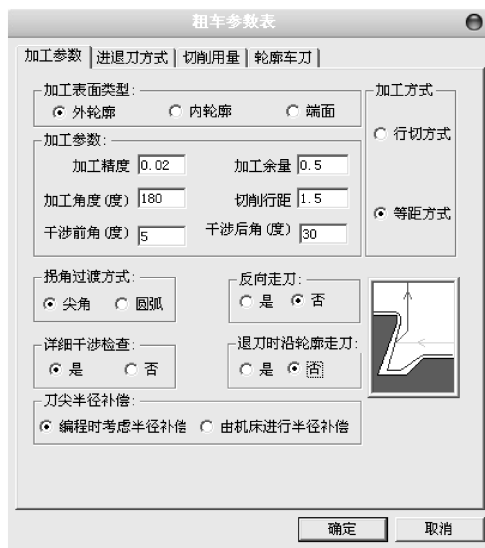
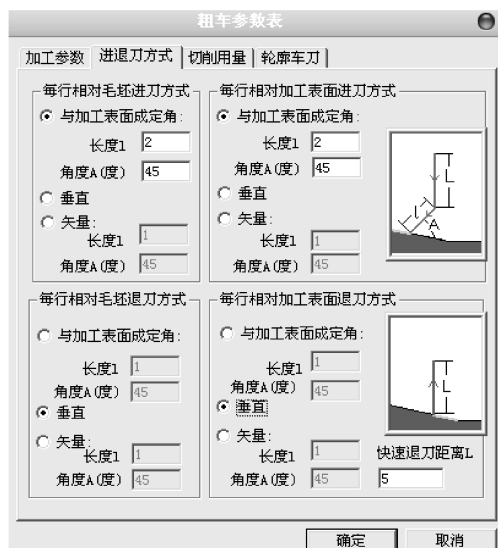
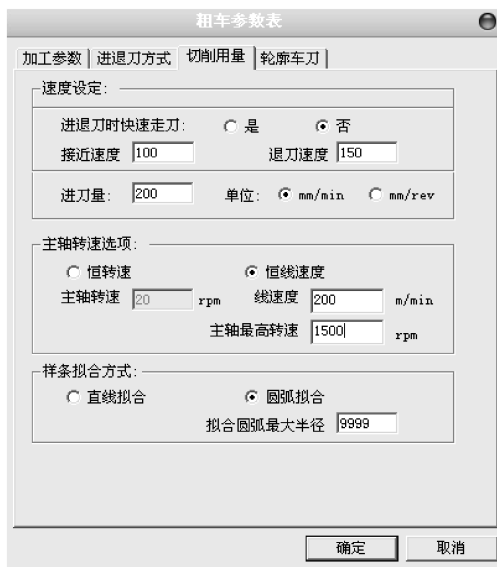
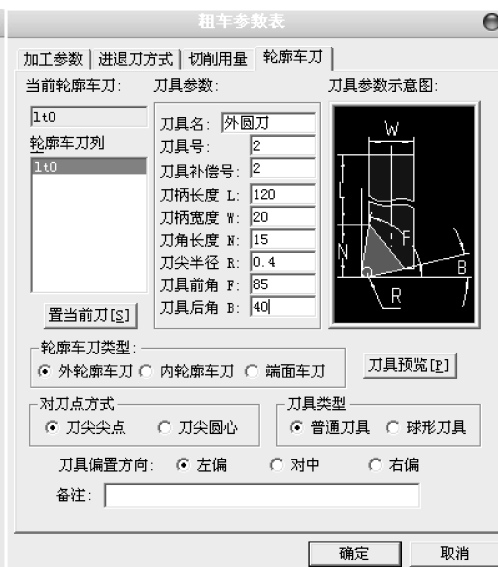

图 8-12 外轮廓粗车加工参数设置
图 8-13 外轮廓粗车进退刀参数设置
图 8-14 外轮廓粗车切削用量参数设置
图 8-15 外轮廓粗车轮廓车刀参数设置
1) 在菜单栏中选择【数控车】→【外轮廓粗车】命令,或者单击【数控车】工具栏中的按钮,系统弹出【粗车参数表】对话框,单击【加工参数】选项卡,设置的参数如图 8-12 所示;单击【进退刀方式】选项卡,设置的参数如图 8-13 所示;单击【切削用量】选项卡,设置的参数如图 8-14 所示;单击【轮廓车刀】选项卡,设置的参数如图 8-15 所示,设置完成后单击【确定】按钮。